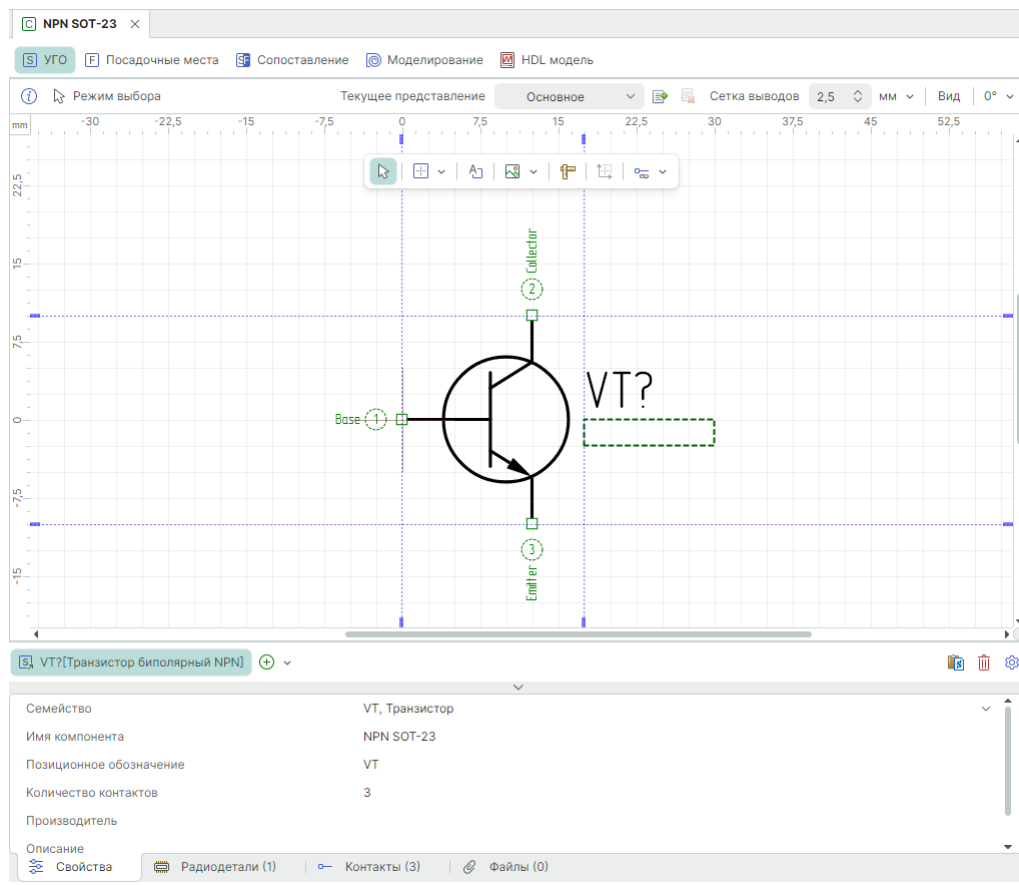

Рис. 13 Редактор компонента
1. Откройте редактор компонента, см. Рис. 13.